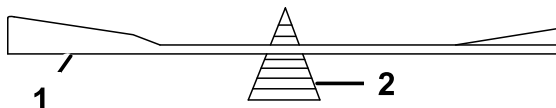

Figura 65
- Verifique el equilibrio de la cuchilla colocándola sobre un equilibrador de cuchillas (Figura 65).